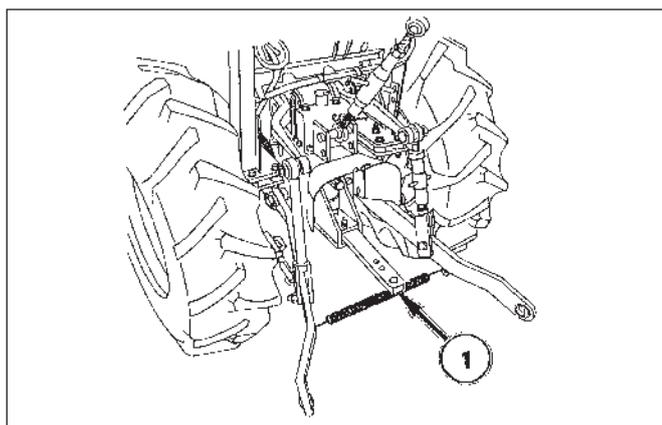

FIG. 5-44
**FIG. 5-44:** La barre de traction, 1, à l'arrière du tracteur permet de monter des équipements tractés sur le tracteur. La charge maximale verticale appliquée à la barre de traction ne doit pas dépasser 340 kg.